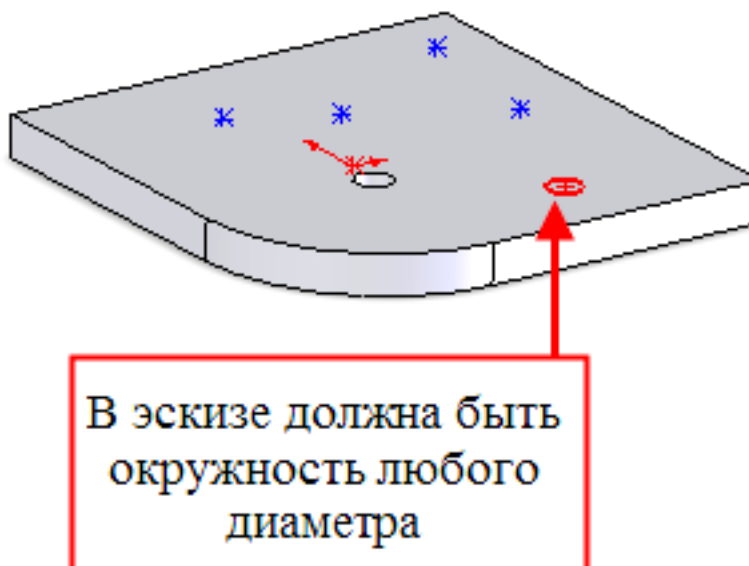

Рисунок 2.5
- по точкам эскиза, когда точка вставки элемента будет совпадать с точкой/точками в эскизе (см. Рисунок 2.5);